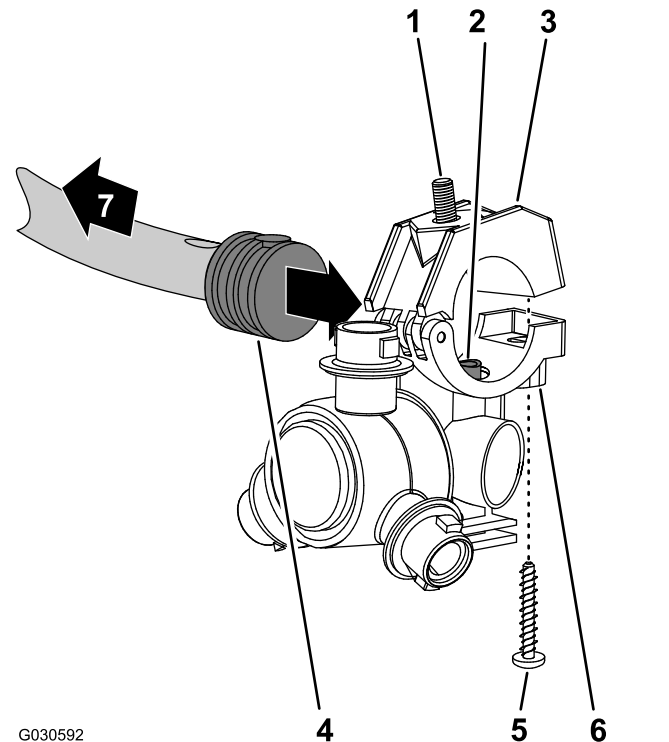
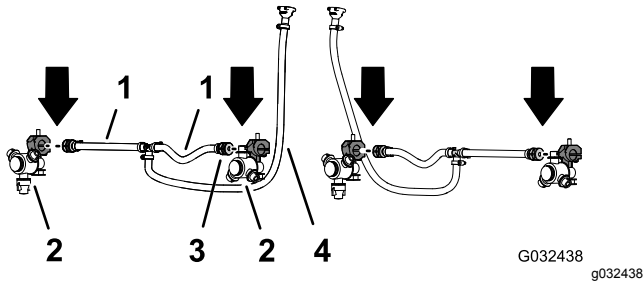

Bild 55
Bild 56
2. Arbeiten Sie mit den zwei Sprühdüsen vom Finishingkit für das GeoLink-Sprühsystem und entfernen Sie die Edelstahlschraube, mit der die obere Klemmenhälfte am Sattel befestigt ist (Bild 55).
Schlauchs 25 cm vom Schlauch (Sprühventil 5 oder 6) für den mittleren Sprühabschnitt (Bild 55 und Bild 56).
- Fluchten Sie den Transferschlauch im Sattel einer Sprühdüse (Bild 55) mit dem Loch in der Seite des gezahnten Einzelschlauchschafts (1/2") aus.
- Schließen Sie die obere Klemmenhälfte um den gezahnten Schlauchschaft und befestigen die Klemmenhälfte und das Sprühdüsengehäuse (Bild 55) mit der Edelstahlschraube (Nr. 12 x 1 1/4"). Ziehen Sie die Edelstahlschraube bis auf 14-18 N·m an.
- Arbeiten Sie mit der Sprühdüse, der Sechskantschraube und Edelstahlschraube, die Sie in den Schritten 1 und 2 in Entfernen der Sprühdüsen (Seite 23) entfernt haben, und wiederholen Sie die Schritte 3 bis 5 am gezahnten Einzelschlauchschaft (Bild 55 und Bild 56) am Ende des anderen Schlauchs 25 cm.
- Arbeiten Sie mit den zwei Sprühdüsen, die Sie in Schritt 4 in Entfernen der Sprühdüsen (Seite 23) entfernt haben, und wiederholen Sie die Schritte 3 bis 5 am gezahnten Einzelschlauchschaft des anderen Schlauchs (Sprühventil 5 oder 6) für den mittleren Sprühabschnitt (Bild 55 und Bild 56).